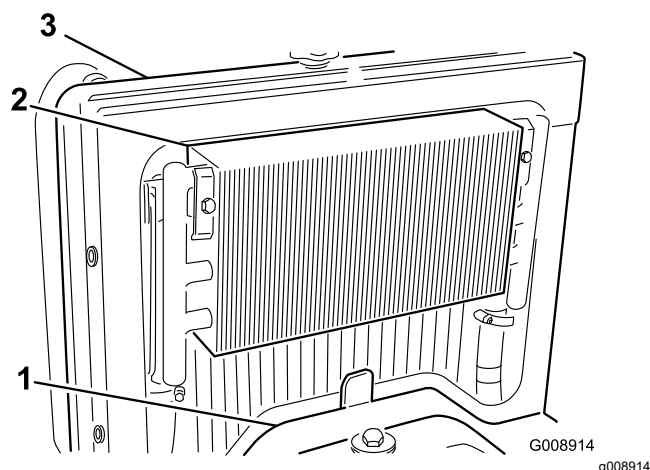

Figura 58
2. Retire el panel de acceso (Figura 58).